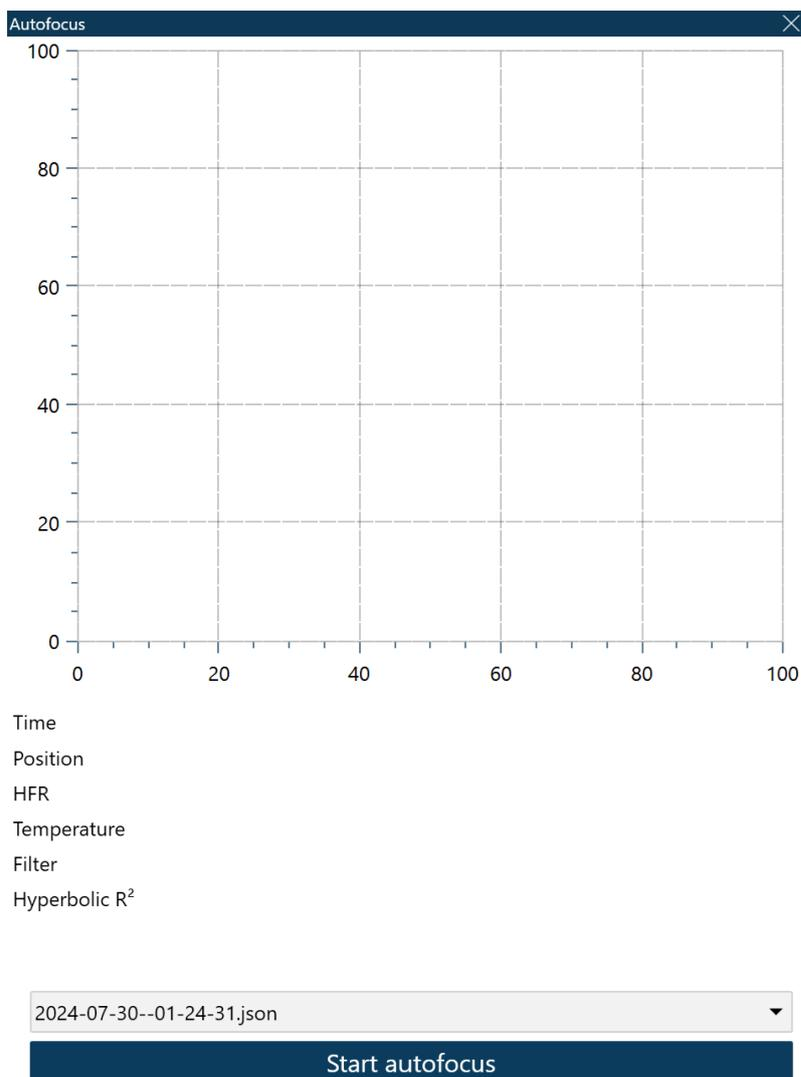

图 9-8
- 3、手工启动自动对焦。进入“Imaging” Tab 页, 点击右上角的“AF”按钮, 然后会出现一个“Auto Focus” Tab 页。如图 9-8 所示。如果相机和电调焦已连接上, 则可以点击“Start Auto Focus”来开始自动对焦。